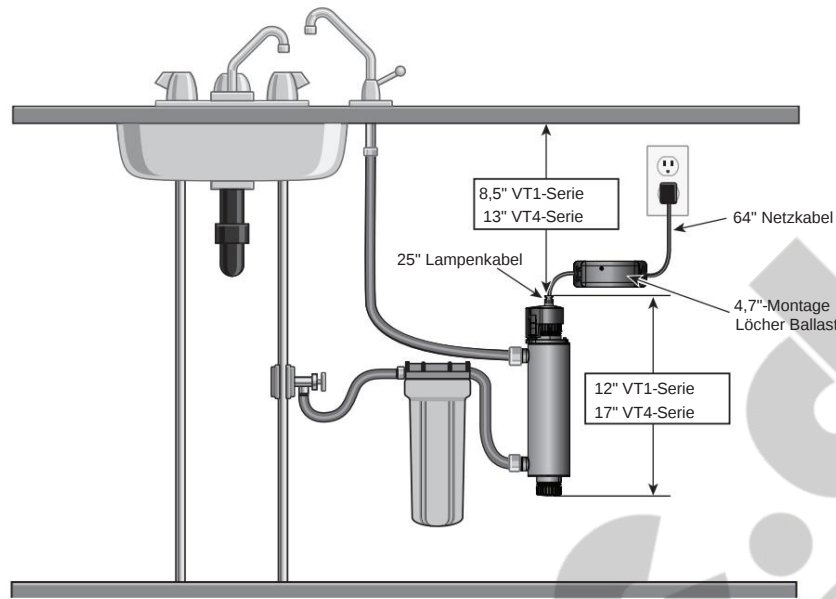

Abbildung 3 Typische Installation
1. **Abbildung 3** zeigt die Installation eines typischen Point-of-Use-Systems (POU) und die zugehörigen Komponenten, die für die Installation verwendet werden können. Die Verwendung einer Bypass-Baugruppe wird empfohlen, wenn das System eine Offline-Wartung erfordert. Beachten Sie in diesem Fall, dass das System ein zusätzliches Desinfektionsmittel für das Verteilungssystem benötigt, wenn während des Bypass-Zustands Wasser verwendet wird. Darüber hinaus wird das Wasser während des Bypass-Zustands NICHT behandelt und ein Schild mit der Aufschrift „DAS WASSER NICHT VERBRAUCHT“ sollte physisch an der Bypass-Baugruppe angebracht werden, bis das System desinfiziert und wieder in Betrieb genommen wird. Weitere Informationen finden Sie in Abschnitt 3.2. Wenn das Wasser konsumiert werden soll, während das System offline ist, muss das Wasser vor dem Verzehr zwei Minuten lang abgekocht werden.